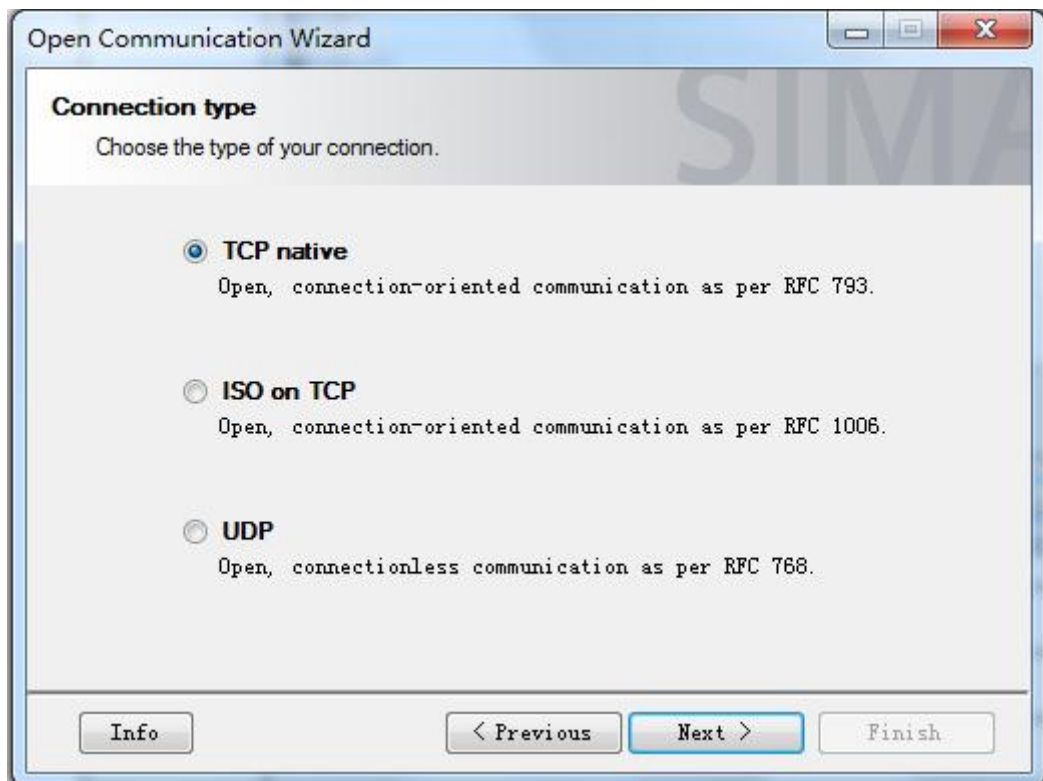

图 3-4 选择连接类型
3.4 选择连接类型，此处选择 TCP native，如图 3-4 所示。